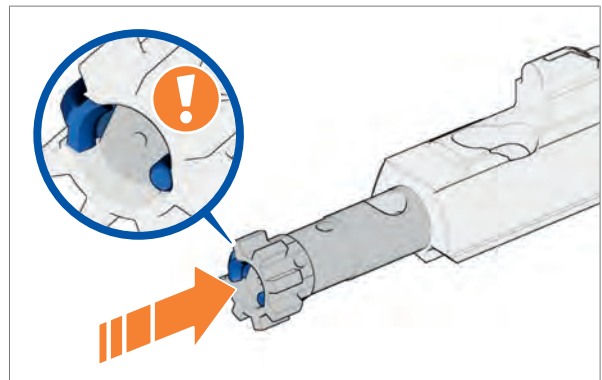

Abb. 116: Verschlusskopf in Verschlusssträger einsetzen
1. Verschlusskopf mit Auszieher nach rechts in den Verschlusssträger einsetzen (Abb. 116).